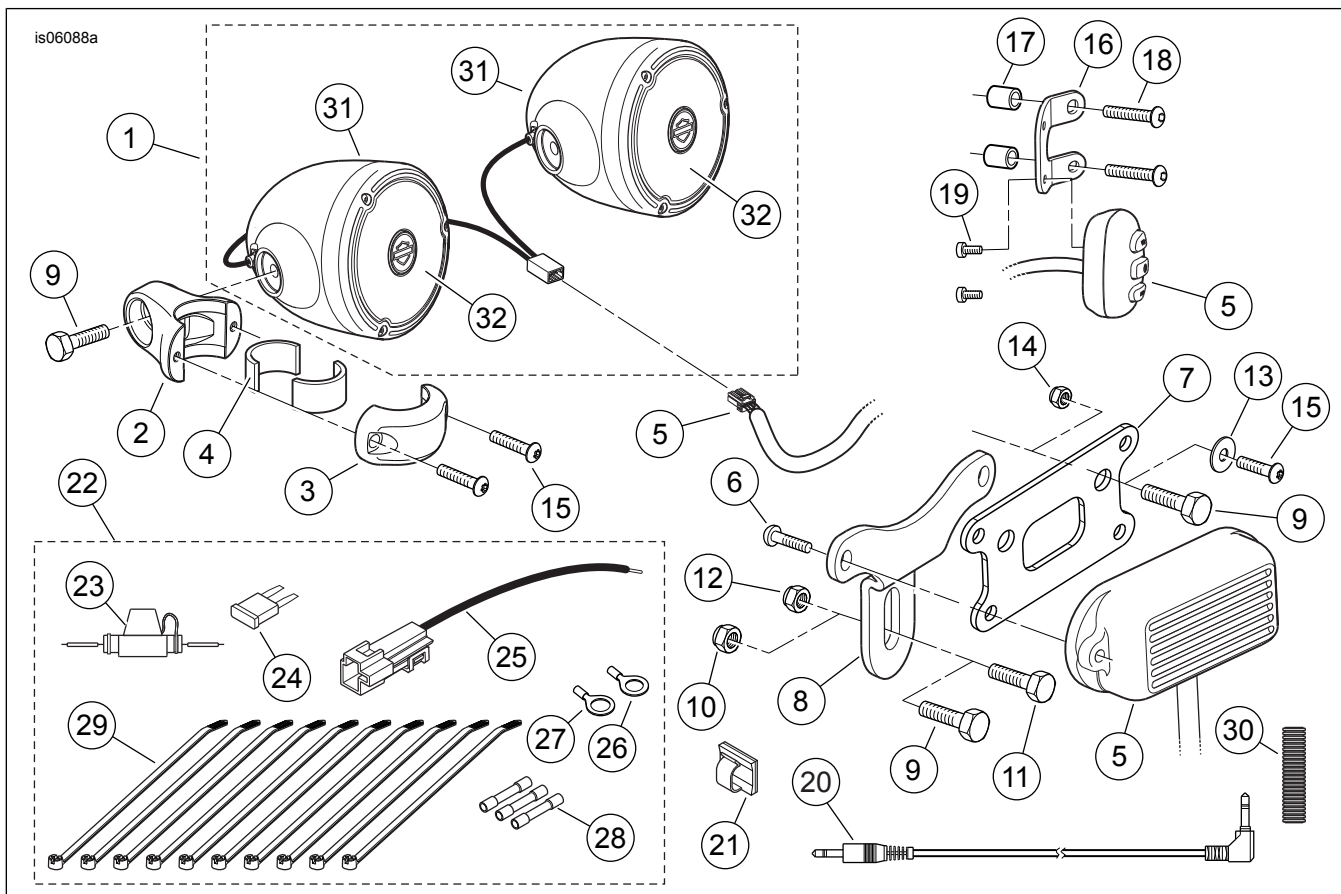

Figura 7. Kits de peças de reposição, amplificador e alto-falante montados no guidom
2. Veja Figura 7. Pegue o pacote de eletroferragens (22) **DESSE** kit.
3. Selecione o suporte do fusível em linha (23) e um conector de emenda selada (28) do pacote de ferragens.
13. Veja Figura 7. Selecione um terminal de anel do pacote de eletroferragens.
- **Modelos Dyna Wide Glide:** use o terminal ID 7,9 mm (5/16 in) (27).
- **Todos os modelos EXCETO Dyna Wide Glide:** use o terminal ID 6,4 mm (1/4 in) (26).
2. Enrole o excesso de fios sob o tanque de combustível, dentro da nacela ou sob o prendedor do guidom, onde não há interferência no funcionamento da direção. Instale o fusível 5A (24) no suporte do fusível em linha no fio vermelho.
5. Veja Figura 7. O conector de 3,5 mm do controle manual pode ser preso ao guidom com abraçadeiras ou pode ser preso ao prendedor triplo superior ou à nacela com a presilha com parte traseira adesiva (21) do kit. Se usar a presilha: